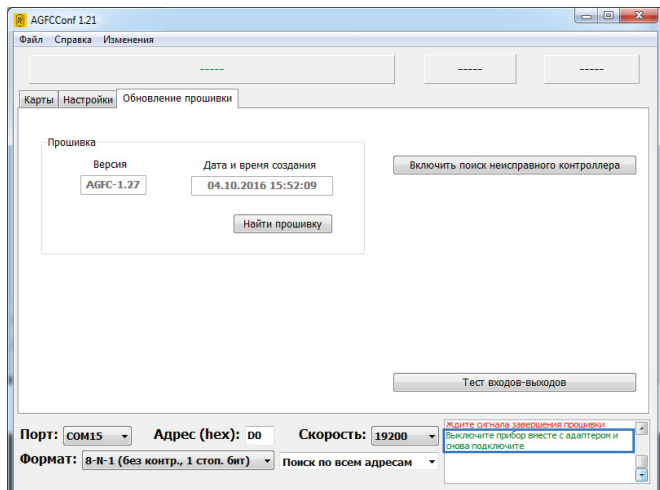

Рис.27. Завершение загрузки прошивки.
- Выполнить действия согласно инструкции, которая появится в окне состояния (Рис.27, п.1):
- Нажать кнопку «Начать тест» (Рис.27, п.2).